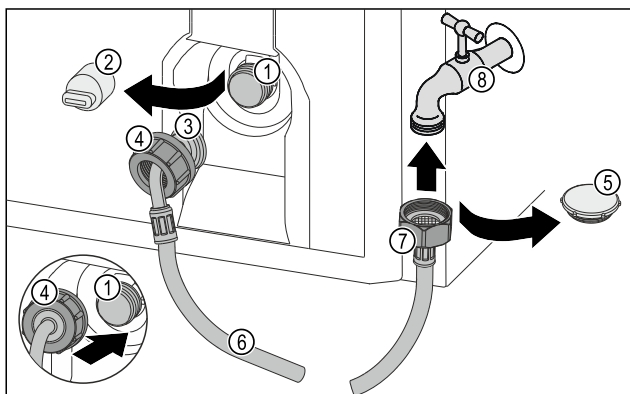

Fig. 10
- Skinite poklopac Fig. 10 (5).
- Postavite ravni kraj crijeva Fig. 10 (7) na slavinu Fig. 10 (8).
- Pritegnite maticu na ravnom kraju crijeva Fig. 10 (7) u smjeru kazaljke na satu.